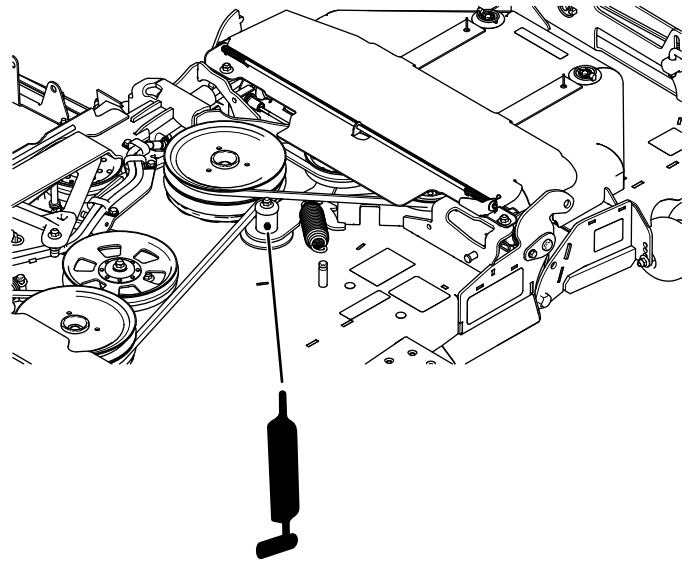

Figura 39
4. Engrase los 2 brazos tensores de la correa de transmisión (Figura 39).